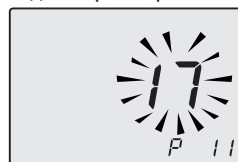

Рисунок 5.37
- Пролить параметры, используя кнопки 16 и 17, до появления на ЖК-дисплее кода **P11** и значения параметра, которые указывают на вход в "параметр 11" (Рисунок 5.37).